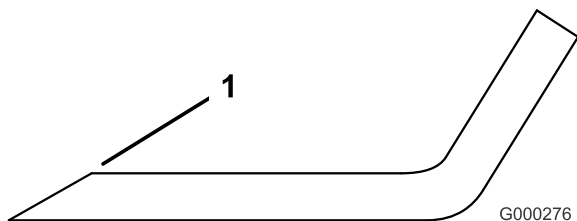

Figure 86
1. Au moyen d'une lime, aiguissez les tranchants aux deux extrémités de la lame (Figure 86). Veillez à conserver l'angle de coupe d'origine. Limez la même quantité de métal sur chacun des deux tranchants pour ne pas déséquilibrer la lame.